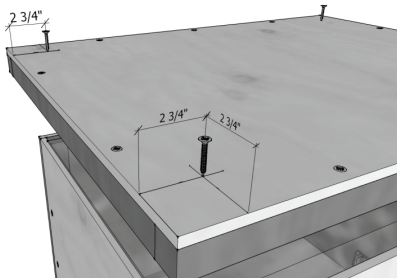

Fig. 9 – Etendre le revêtement et visser le couvercle
- a. **Utilisez les 4 dernières vis de 1 5/8"**, fixer le couvercle sur le banc. (fig. 9)